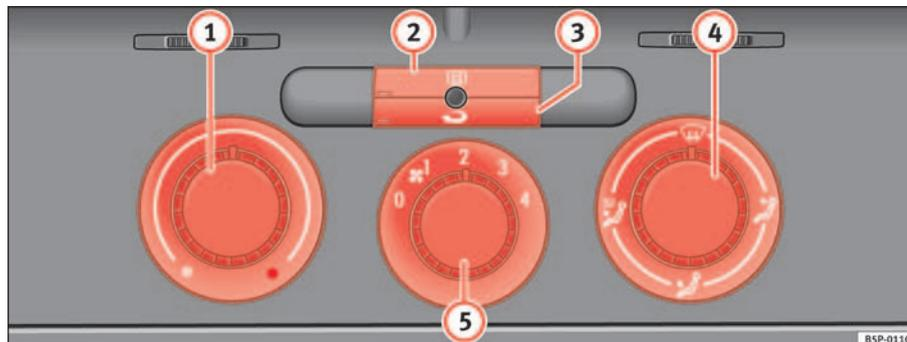

Fig. 122 Sur le tableau de bord : éléments de commande du chauffage
- Les régulateurs ⇒ fig. 122 ① et ④ et la commande ⑤ permettent de régler la température, la distribution de l'air et la vitesse de la turbine.
- Appuyez sur la touche ② ou sur la touche ③ pour activer ou désactiver la fonction correspondante. Quand la fonction est active, le rectangle situé sur le coin inférieur gauche de la touche s'allume.